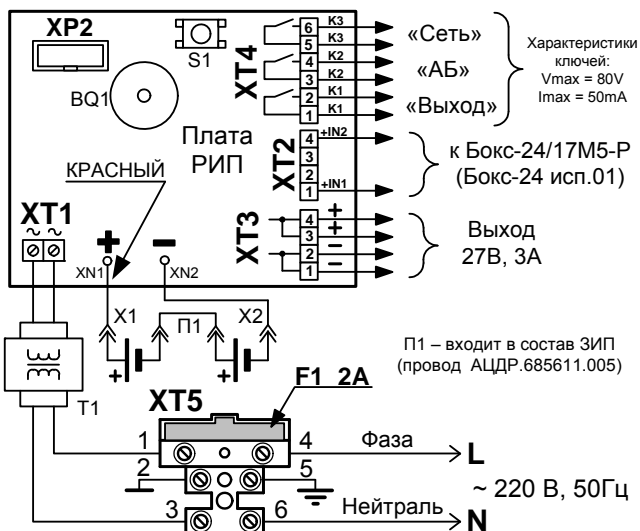

Рис. 2
**ВНИМАНИЕ! При подключении внешнего питающего напряжения 220 В к сетевой колодке ХТ5 необходимо соблюдать правильность подключения проводов «фаза» и «нейтраль». Подключение производить в соответствии с Рис. 2. Схема подключения также расположена на внутренней стороне корпуса РИП.**
3.2.4 Согласно схеме соединений (рис. 2):
б) изъять из колодки вставку F1 (2 А), подключить сетевые провода к входной колодке (фаза (L) должна быть подключена к ХТ5:4, см. рис. 2);
4.2.3 РИП обеспечивает программирование следующих режимов индикации и сигнализации нажатием на кнопку S1 (при открытой крышке РИП), находящуюся на плате см. рис.2.